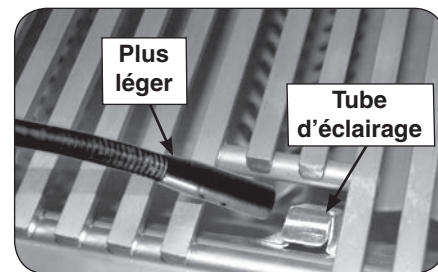

Fig. 28-2 - Éclairage manuel
2. Passez un allumeur brûlant de butane de long-baril ou une allumette brûlante de long-tige dans la grille à cuire s'ouvrant au dessus du tube d'éclairage. (Fig. 28-2). Pour des backburners, tenez la flamme contre le surface du backburner.
4. Si le brûleur ne se allume pas dans les cinq (5) secondes de tourner le bouton de commande, enfoncez immédiatement le bouton et tournez la valve à AU LOIN. ATTENDEZ CINQ (5) MINUTES avant de répéter les étapes 2 à 4 des instructions manuelles d'éclairage.